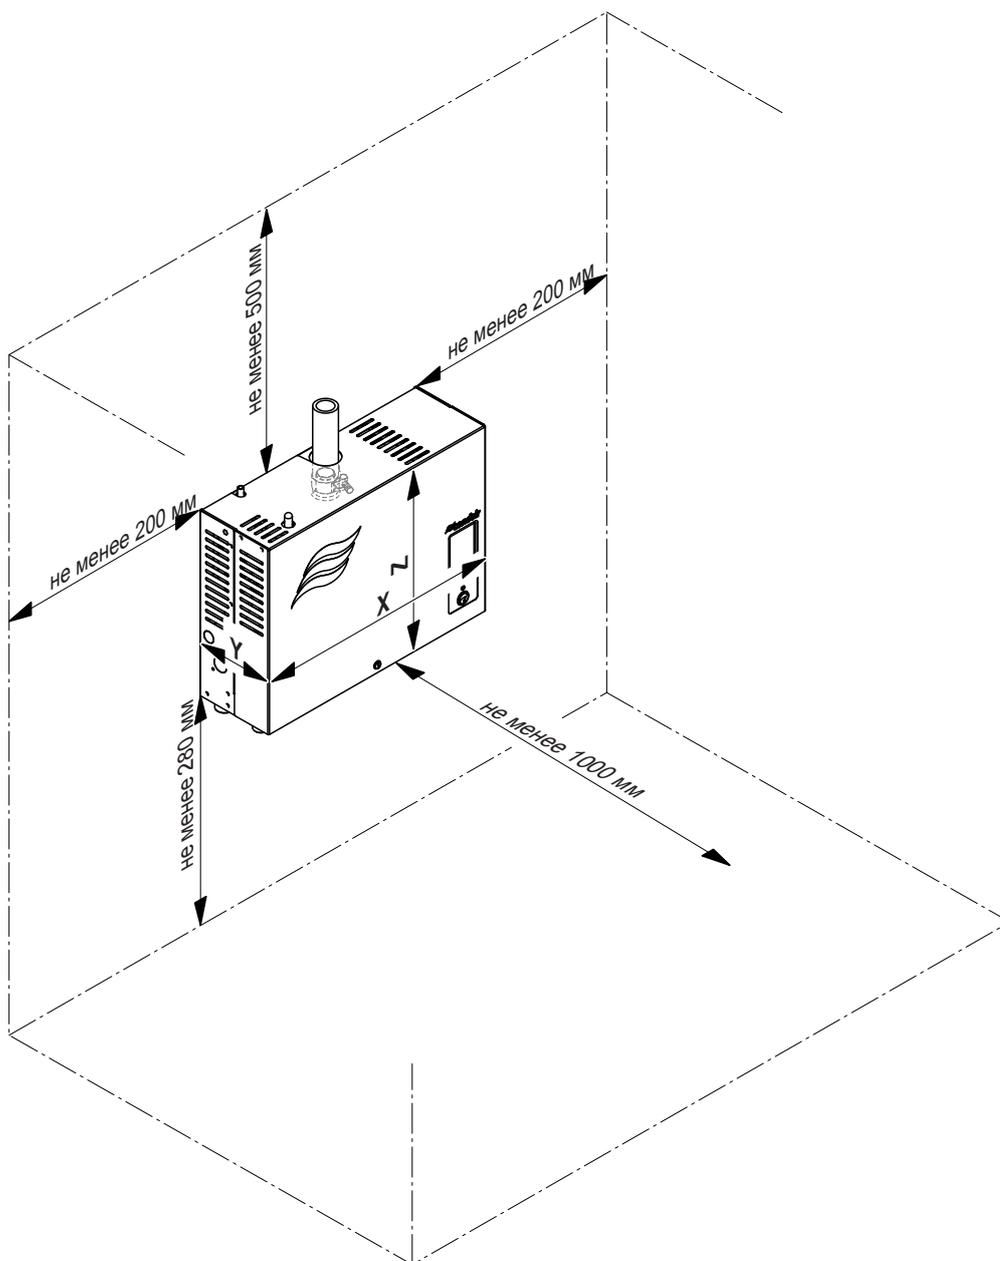

Рис. 3: Монтажные зазоры
- паровой увлажнитель Condair RM предназначен для монтажа на стене или на полу (на специальных опорах) в закрытом помещении; при выборе места установки увлажнителя необходимо проверить, что выбранные строительные конструкции обладают достаточной несущей способностью (см. массу оборудования на рис. 3) и пригодны для монтажа оборудования;
- при выборе места установки увлажнителя необходимо предусмотреть достаточные зазоры для эксплуатации и обслуживания оборудования; минимальные зазоры показаны на рис. 3;